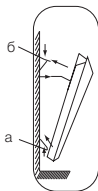

Рис. 6
- закрепить прибор на кронштейне следующим образом (рис. 6):
- ра (рис. 6, а);
- наденьте верхнюю часть конвектора на кронштейн, зафиксировав его при помощи защелок на кронштейне (рис. 6, б);